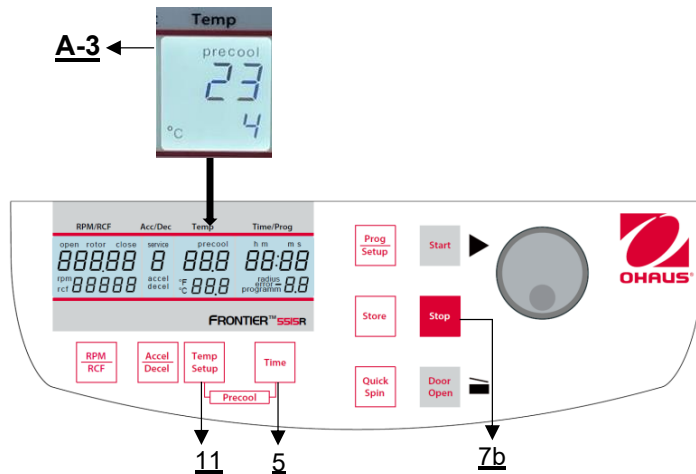

Figure 20
Si les échantillons sont sensibles à la température, il est utile de pré-refroidir la centrifugeuse, le rotor et éventuellement les Nacelles à la température de travail requise. Pour ce faire, insérer le rotor désiré et régler la température correspondante. En appuyant simultanément sur les touches **"Temp/Setup"** (11) et **"Time"** (5), vous pouvez démarrer la centrifugation (**Figure 20**). En cours de fonctionnement, l'appareil choisit automatiquement une vitesse de rotation équivalente à 30 ou 50 % de la vitesse de rotation autorisée pour le rotor concerné (en fonction du rotor). Une fois que la température prédéfinie est atteinte, vous pouvez quitter le cycle de pré-refroidissement en appuyant sur la touche **"Stop"** (7b).